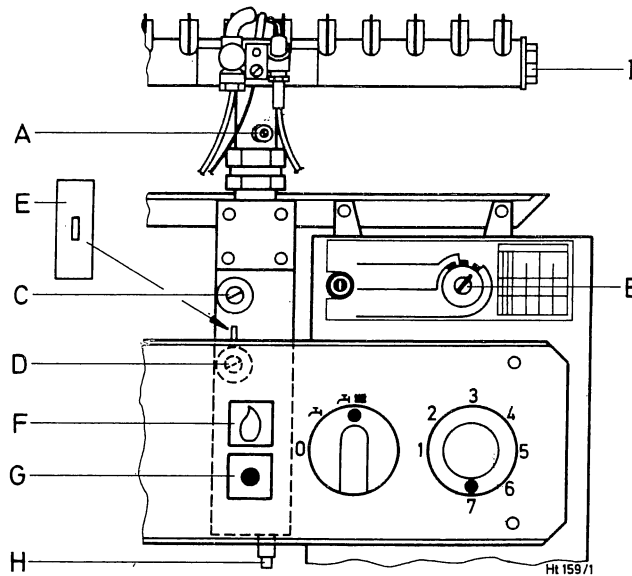

Fig. 32
1. Togliere la lamierina di protezione ("E"), fig. 32, posta sulle viti di regolazione gas.
2. Allentare la vite "A" fig. 32, e collegare il manometro ad U.
4. Mettere l'interruttore "B" fig. 32, sulla posizione "Max"
5. Consultare la tabella a pag. 31 e in base alla tipologia degli apparecchi rilevare le pressioni agli ugelli (mbar) per la massima potenzialità. Regolare quindi la pressione agli ugelli agendo sulla vite di regolazione "D" fig. 32. Girando verso + si aumenta la portata del gas, verso - si diminuisce.
1. Togliere la lamierina di protezione "E" fig. 32, posta sulle viti di regolazione gas.
3. Mettere l'interruttore "B" fig. 32, sulla posizione "Max"
4. Rilevare dalla tabella a pagina 32 la quantità di gas in ltr/min. per la massima potenzialità ("Max"). Prestare attenzione alla tipologia dell'apparecchio. Agire sulla vite di regolazione "D" fig. 32 e tarare l'apparecchio. L'esatto consumo di gas lo si può rilevare al contatore con l'ausilio di un contasecondi. Girando la vite verso + si aumenta la portata del gas, verso - si diminuisce.